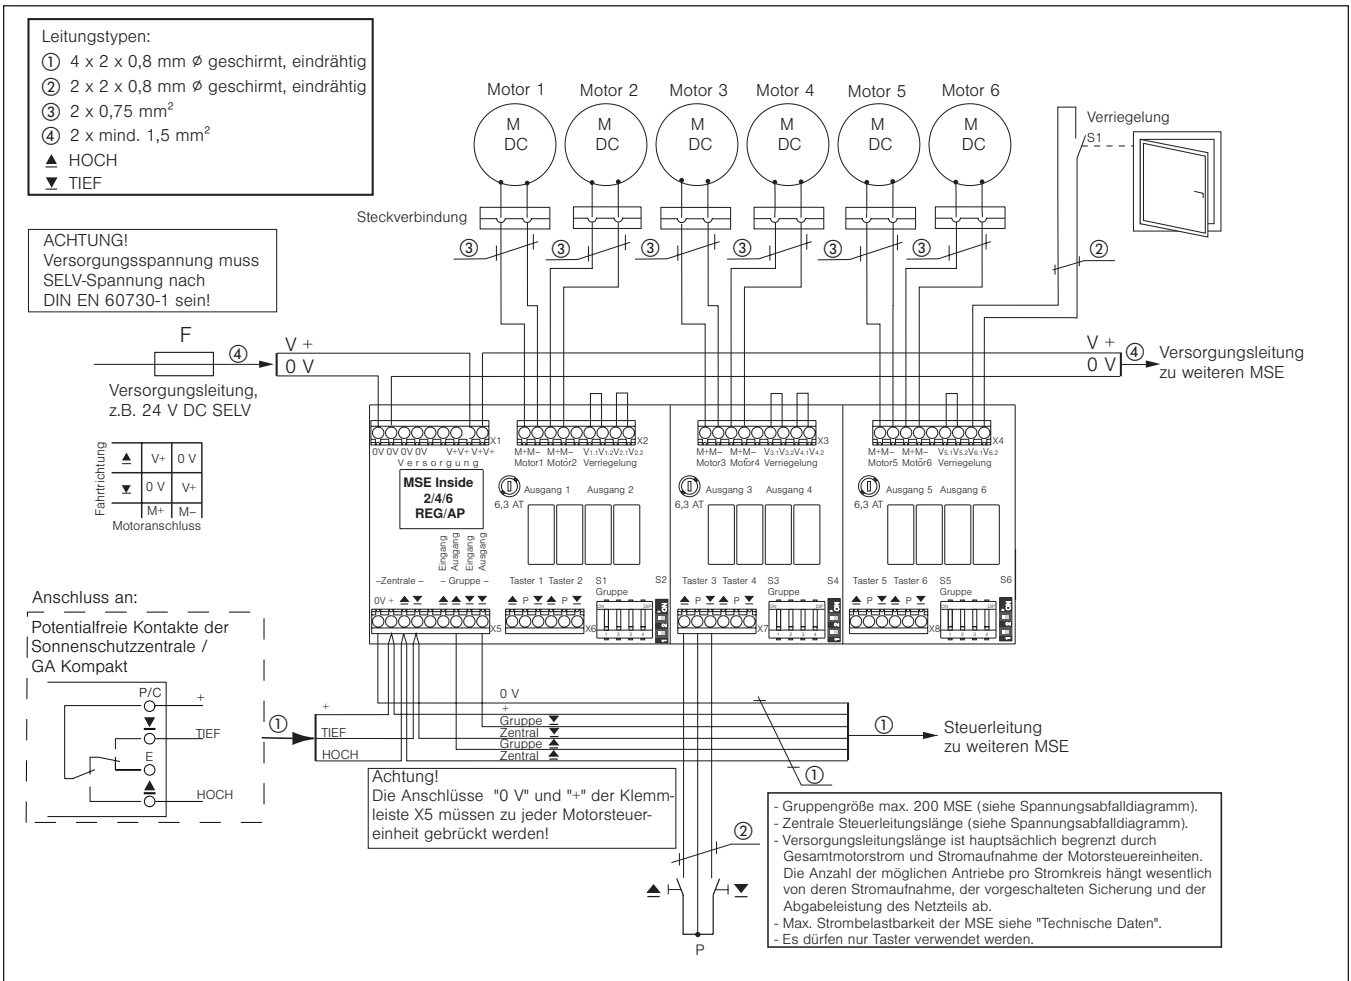

Abb. 5 Anschlussplan MSE Inside 2/4/6 REG/AP
- Der elektrische Anschluss der Motorsteuereinheit erfolgt nach Anschlussplan Abb. 5.